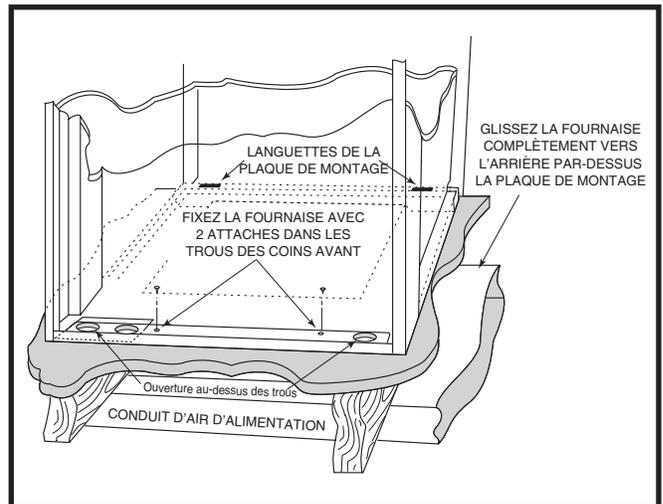
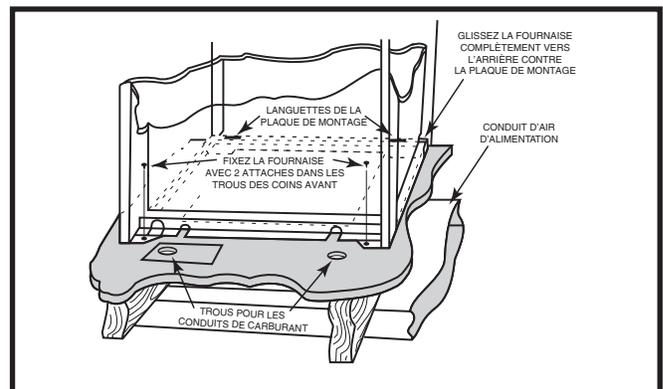

Figure 14. Fournaises de placard « A » et « B »
Figure 15. Fournaise de placard « A » sur armoire à serpentin
Les côtés et l'arrière de la fournaise peuvent être couverts d'un cadre mural comme dans une armoire ou une alcôve. Les dimensions de la pièce ou de l'alcôve doivent convenir à la taille complète des dégagements de la fournaise et de l'installation spécifiés dans la Figure 4 \(page 5\) et dans la page 4. Cette fournaise doit être branchée adéquatement au système d'alimentation d'air tel que montré dans la Figure 14 \(page 8\) et Figure 15 \(page 8\).
- Fixez le devant avec une (1) ferrure dans chaque coin. Voyez la Figure 14 et la Figure 15.